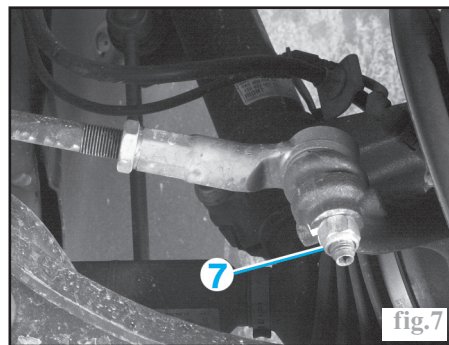

fig.7
De chaque côté, déposer les vis de la rotule de direction (7) puis désaccoupler celle-ci du pivot à l'aide d'un extracteur (Fig.7).